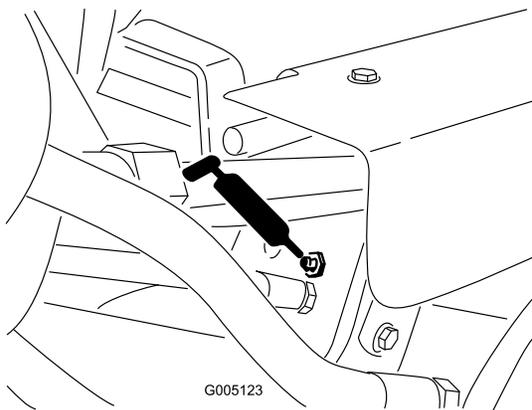

Figura 40
- Cilindri di sollevamento (3) (Figura 40)